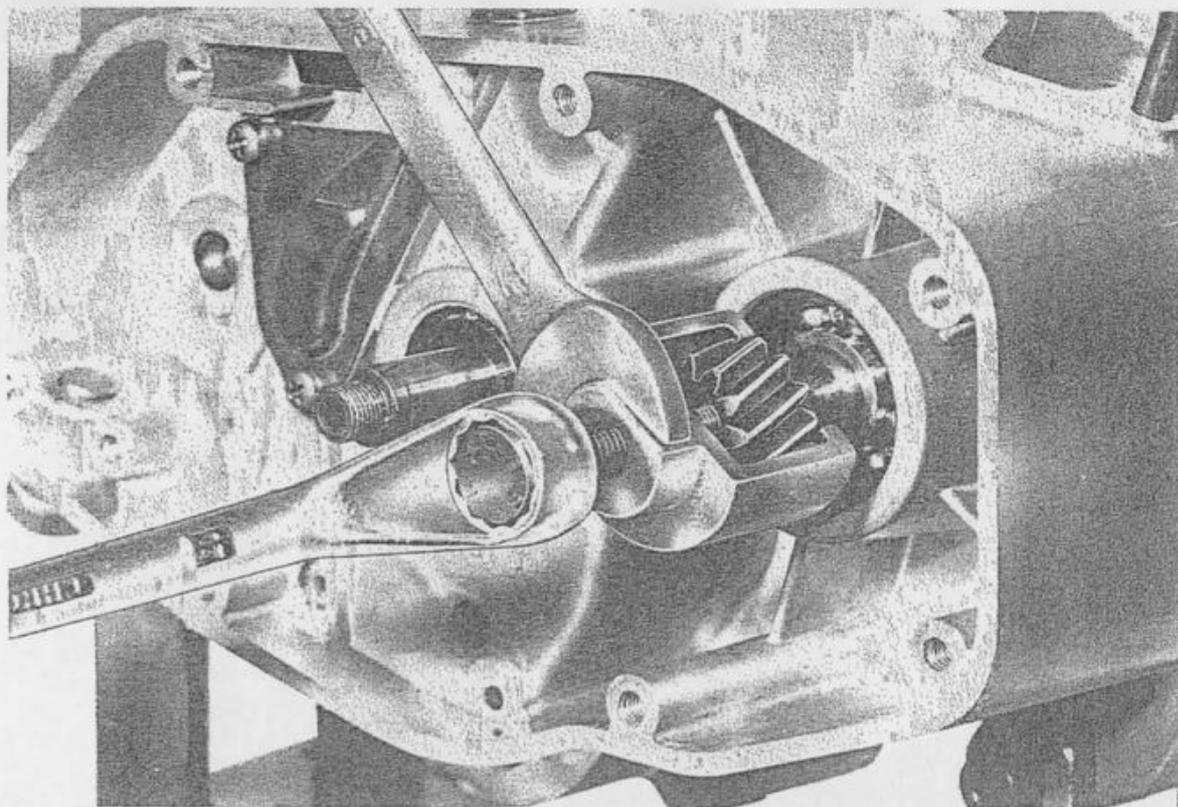

Fig. 17 - Estrazione pignone motore
- Rimuovere il pignone motore, usando l'apposito estrattore matricola 0005.040.00, agendo sulla vite centrale dello stesso, con una normale chiave da 17 mm. Nel compiere questa operazione, trattenere fermo l'estrattore con una normale chiave da 17 mm. (fig. 17).